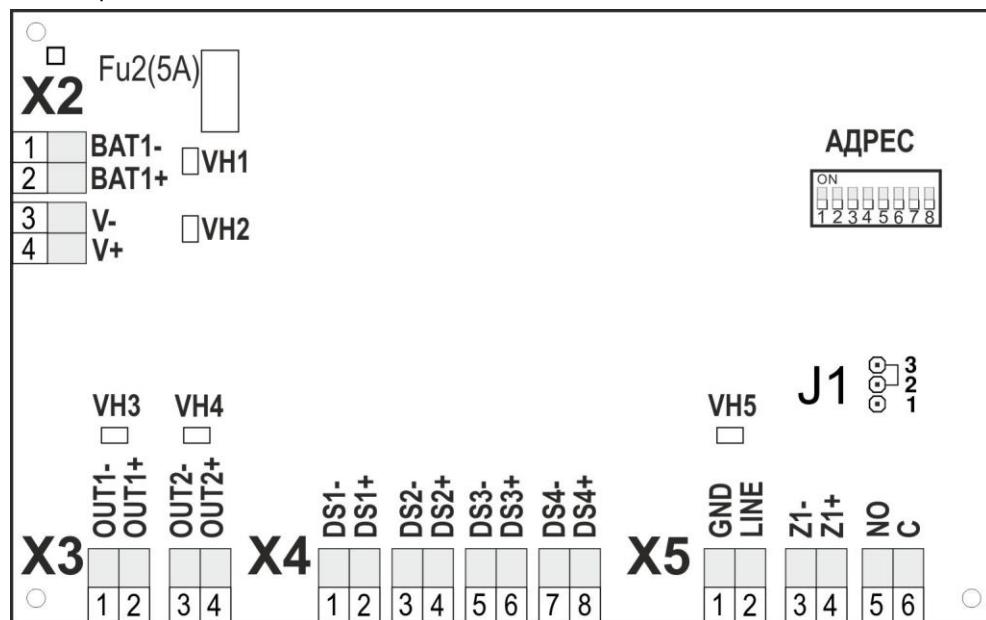

Рисунок 1
- 4.2. Основным элементом шкафа является плата адресного модуля контроля источников питания «СФ-АКИП» (рис. 1). Плата «СФ-АКИП» обеспечивает контроль и управление основным и резервным вводами электропитания, управляет индикаторами состояния, осуществляет передачу сообщений на центральную станцию «СФ-4500» по интерфейсу «S2».